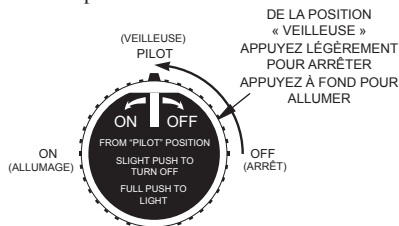

Figure 4 - Position PILOT « VEILLEUSE »
4. Tournez le bouton de la vanne de contrôle d'un quart de tour vers la gauche à la position PILOT « VEILLEUSE » (voir figure 4).